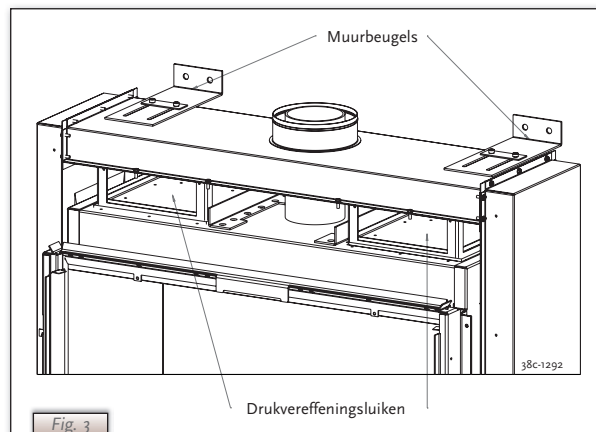

Fig. 3
- ➡ Bevestig het toestel aan de wand d.m.v. muurbeugels en meegeleverde keilbouten; zie Fig. 3.